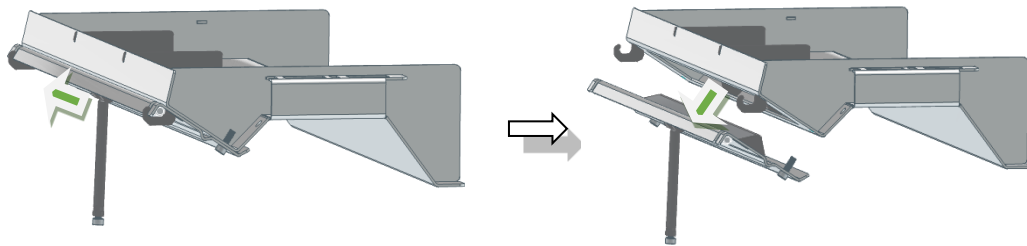

Abbildung 10 – Entfernen der doppelten Ablenklappe
4. Sie können die vordere Blende des doppelten Rauchabzugs entfernen. Dazu müssen Sie lediglich die Blende von den Halterungen lösen, wie in Abb. 10 dargestellt. Um den Rauchabzug „doppelter Rauchabzug“ wieder einzubauen, führen Sie alle Schritte in umgekehrter Reihenfolge durch.